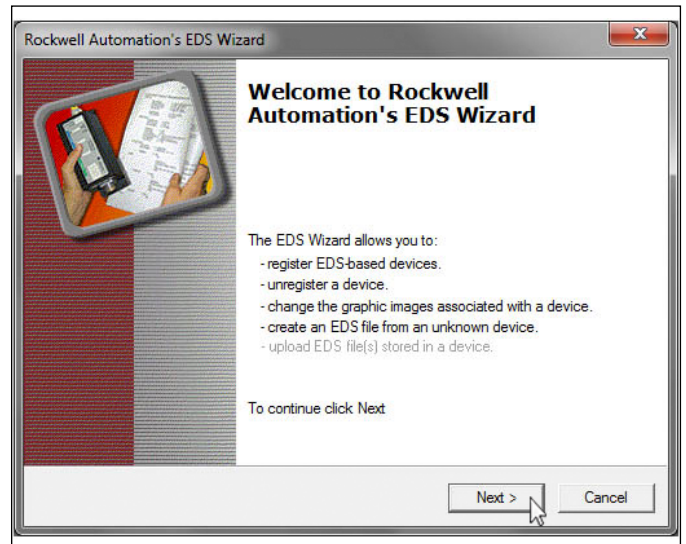

Abb. 109: Startbildschirm des EDS-Assistenten
3. Das Fenster „EDSWizard“ öffnet sich. Klicken Sie die Schaltfläche „Next >“ (Abb. 109).